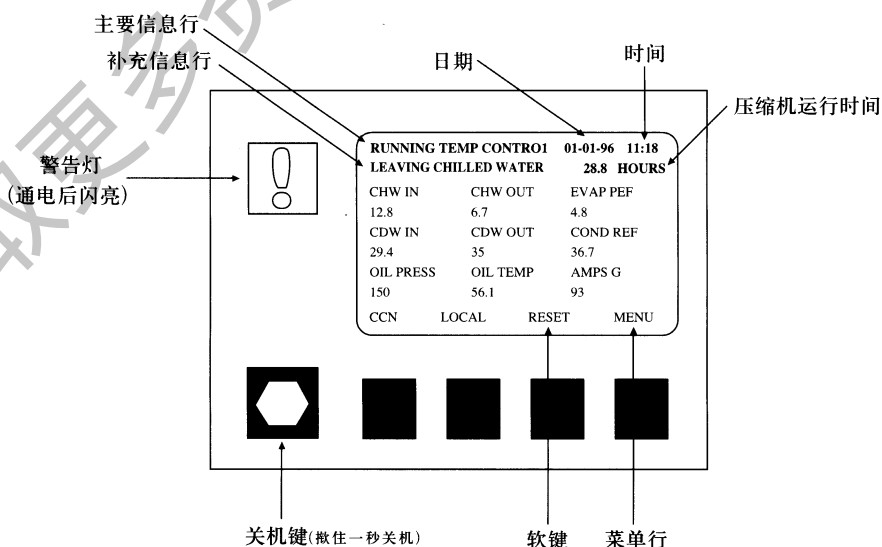

图10 CVC/ICVC起始页
4、CVC/ICVC操作及其菜单(图10—18)
- 如果15分钟没击软键且机组不在泵出降压状态, CVC/ICVC显示自动回到起始页(图10)。